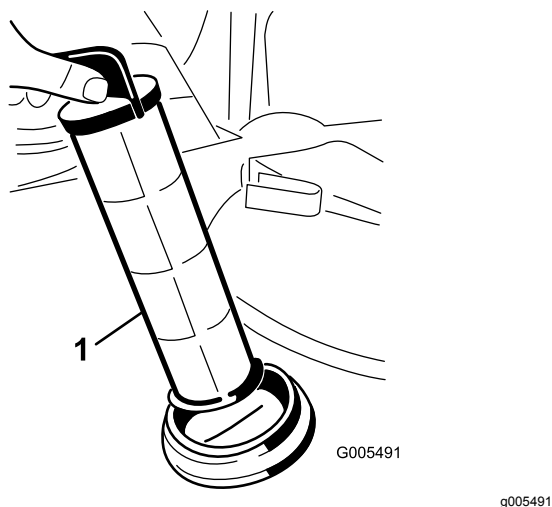

Figure 69
4. Sortez la crépine d'aspiration de l'orifice (Figure 69).